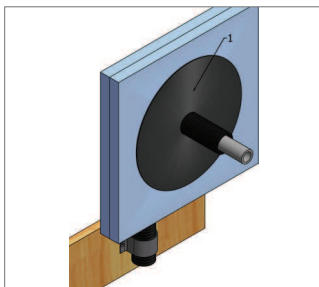

Fig. 5-48
- **Steg 1:** Använd gängse väggtätning där rör-i-rör sticker ut från skivorna. Följ tillverkarens riktlinjer och använd väggtätning och material som är lämpliga för PP-skyddsror (Fig. 5-48).